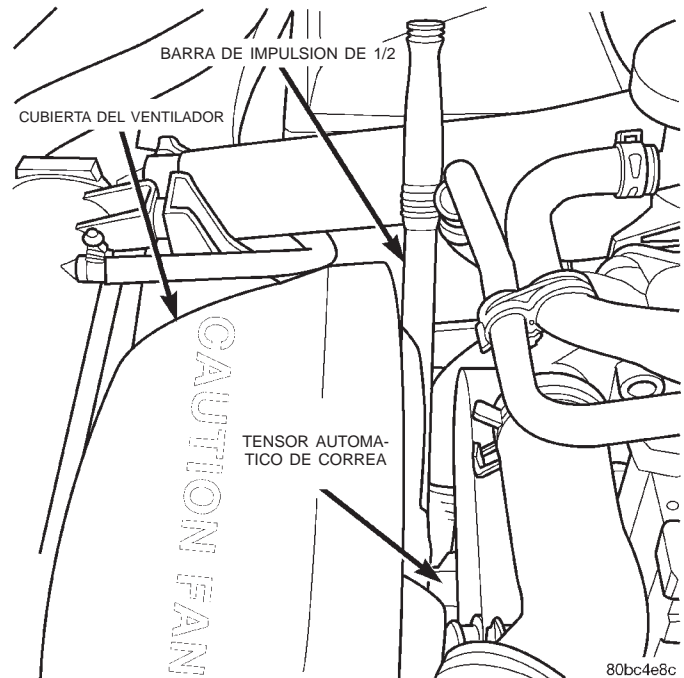

Fig. 1 Desmontaje de la correa de transmisión de accesorios
- (1) Abra el capó y desconecte el cable negativo de la batería.
- (2) Retire la correa de transmisión de accesorios de la polea del generador (Fig. 1). Consulte los procedimientos en el grupo 7, Sistema de refrigeración.